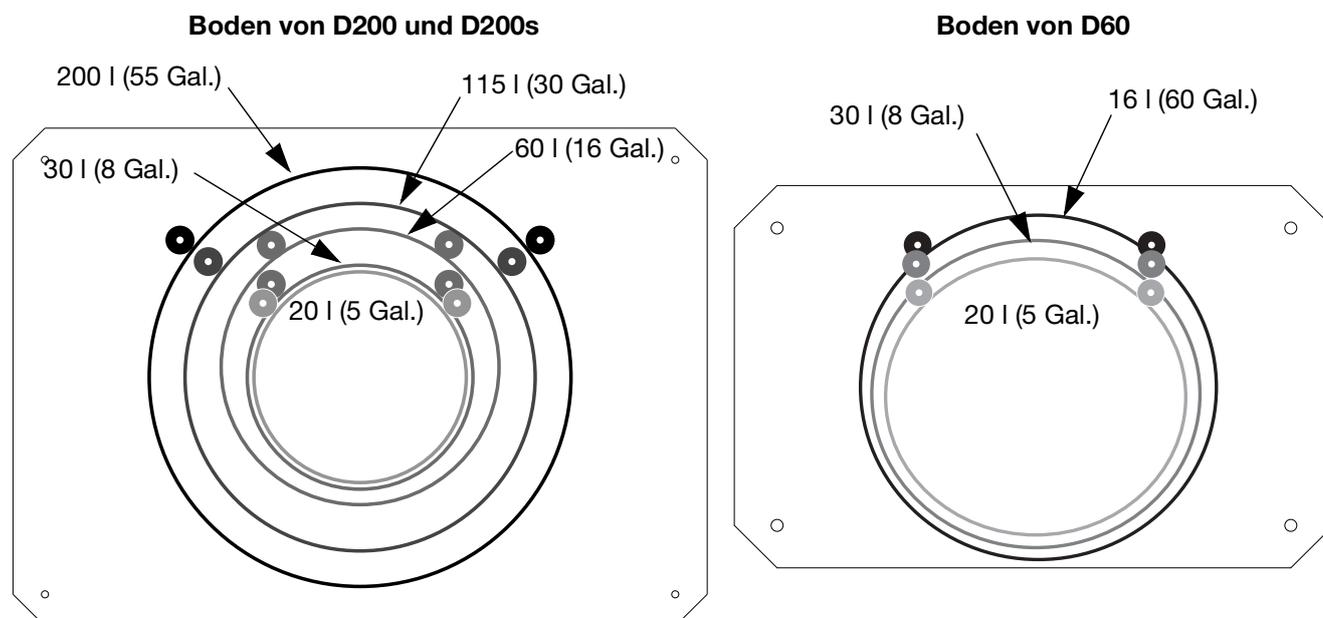

ABB. 19: Ram-Boden
1. Befestigungslöcher an richtiger Position im Boden der Ram-Baugruppe anbringen. Siehe ABB. 19.